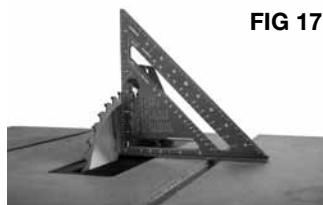

FIG 17
2. Élevez la lame à la position la plus élevée possible en tournant la volant de réglage de la lame (12) dans le sens antihoraire.
3. Desserrez le bouton de verrouillage de biseau (10). Pousser la roue de commande de lame (1) et tournez à droite aussi loin que possible.
4. Mettez une équerre à plat sur la table et à plat contre la lame afin de déterminer si la lame est à un angle de 90 ° à la table. Voir la figure 17.